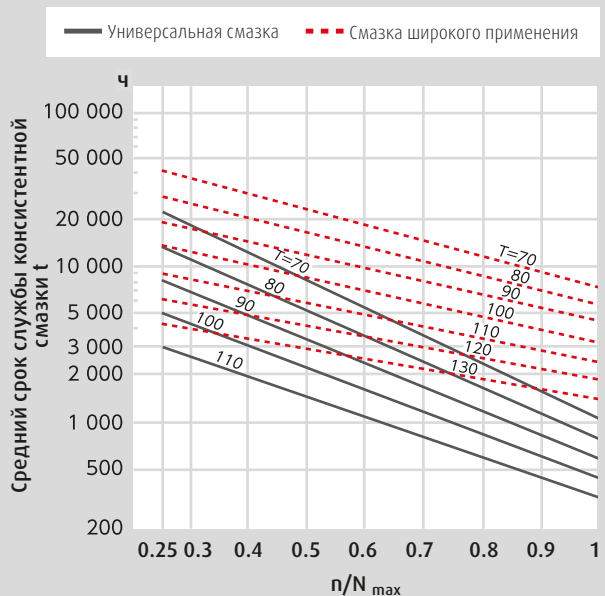

Рис. 3. Срок службы консистентной смазки закрытых шариковых подшипников
Когда смазка используется в однорядных радиальных шариковых подшипниках, ее срок службы можно рассчитать с помощью уравнения (1), уравнения (2) или рис. 3.
Уравнение (1), уравнение (2) и рис. 3 применимы при следующих условиях: